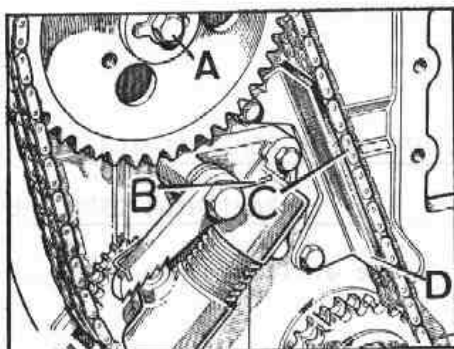

Fig. A1-J Montaje tensor hidráulico, patín y fijación engranaje árbol de levas
- 4.13. Montar la arandela de tope, freno y tornillo, A (Fig. A1-J) que fijan el engranaje del árbol de levas, dándole al tornillo un apriete de 3,75 á 4,25 kgm. (para rosca de 3/8" UNF). Si la rosca fuera M.10 el par de apriete sería de 2,25 á 2,75 kgm. Una vez apretado el tornillo, frenarlo con su chapa.